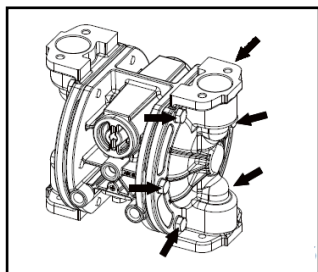

Figure 37
- Retirez les 12 boulons de retenue de la chambre de sortie et retirez la chambre de sortie (voir Figure 37).